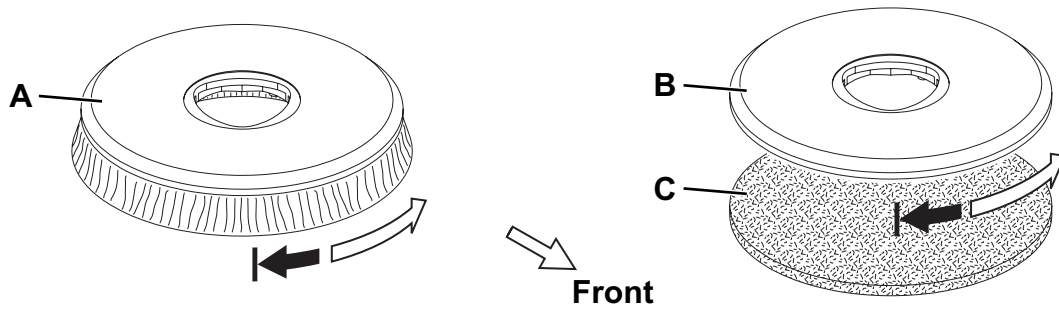

Abbildung 3
Je nachdem, welcher Boden gereinigt werden soll, können die Bürste (A, Abb. 3) oder der Padhalter (B und C) montiert werden.
2. Bürsten-/Padhalterkopf (13) durch Herunterdrücken des Schubbügels (2) anheben.
3. Bürste (A, Abb. 3) oder Padhalter (B mit C) unter dem Kopf positionieren.
4. Kopf (13) mit dem Schubbügel (2) absenken.
5. Den Schalter (41) drücken um das Gerät einzuschalten.
6. Die Tasten (47) der Bürste einige Sekunden lang betätigen, damit die Bürste/der Padhalter in der Nabe des Kopfes (13) einrastet. Falls erforderlich wiederholen, bis die Bürste/der Padhalter angekuppelt ist.